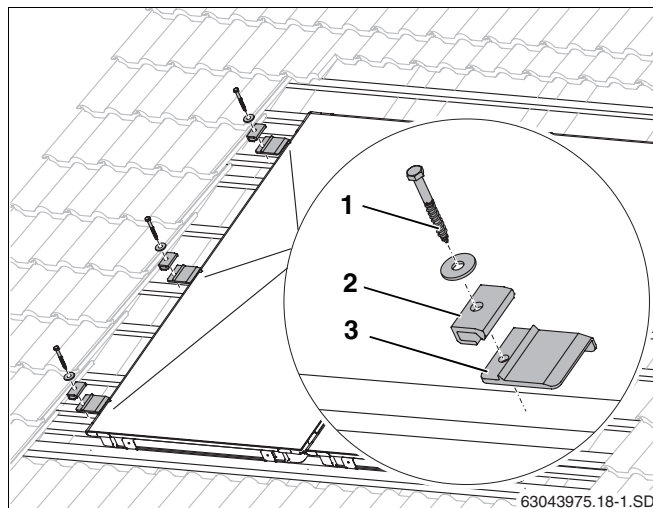

Рис. 29 Установка левого прижима
- Слегка приподнять коллектор и сдвинуть вниз под коллектор левые подкладные пластины (рис. 29, **поз. 3**) на 2-ой и 3-ей дополнительных рейках, а также в середине коллектора на имеющейся рейке так, чтобы выступ уперся в край коллектора.
- Для винта (рис. 29, **поз. 1**) нужно заранее просверлить отверстие сверлом 4 мм.
- Закрепить односторонний прижим (рис. 29, **поз. 2**), установив винт 6×40 (рис. 29, **поз. 1**) и подкладную шайбу (используйте ключ SW 10).